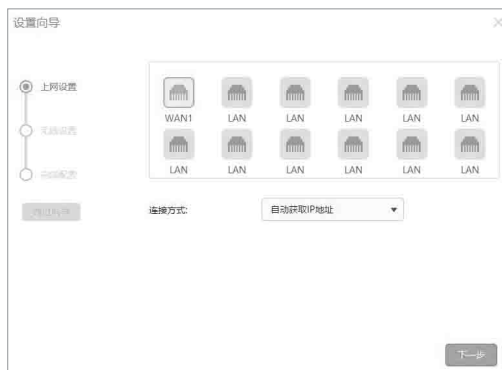

图4-5 上网方式-动态IP
2)如果上网方式为动态IP，即可以自动从网络服务商处获取IP地址，不需要填写任何内容，如图4-5所示。